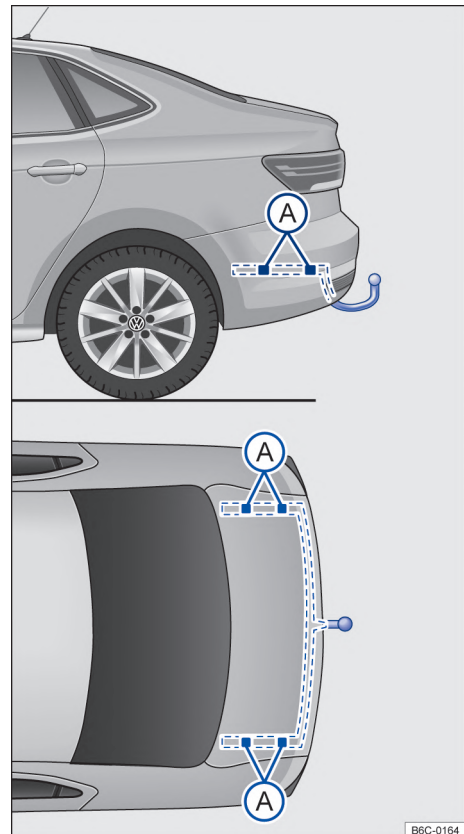

Fig. 160 Puntos de fijación para el montaje posterior de un enganche para remolque. ▶
La figura → fig. 160 muestra, por ejemplo, el punto de fijación para el montaje de un dispositivo para remolque del modelo Virtus.
El montaje posterior de un dispositivo de remolque deberá ser efectuado de acuerdo con las instrucciones del respectivo fabricante del enganche, siempre respetando los puntos de fijación indicados en la → fig. 160 (A).